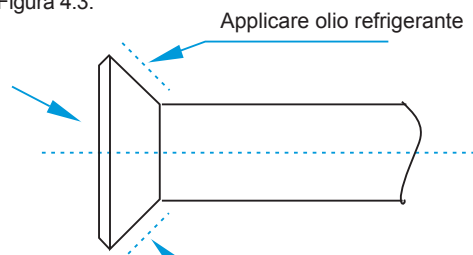

Figura 4.3
- Prima di installare il tappo della presa sulla presa del tubo, applicare un po' di olio refrigerante sulla presa (sia all'interno che all'esterno), quindi ruotarlo tre o quattro volte prima di serrare il tappo. Vedere la Figura 4.3.